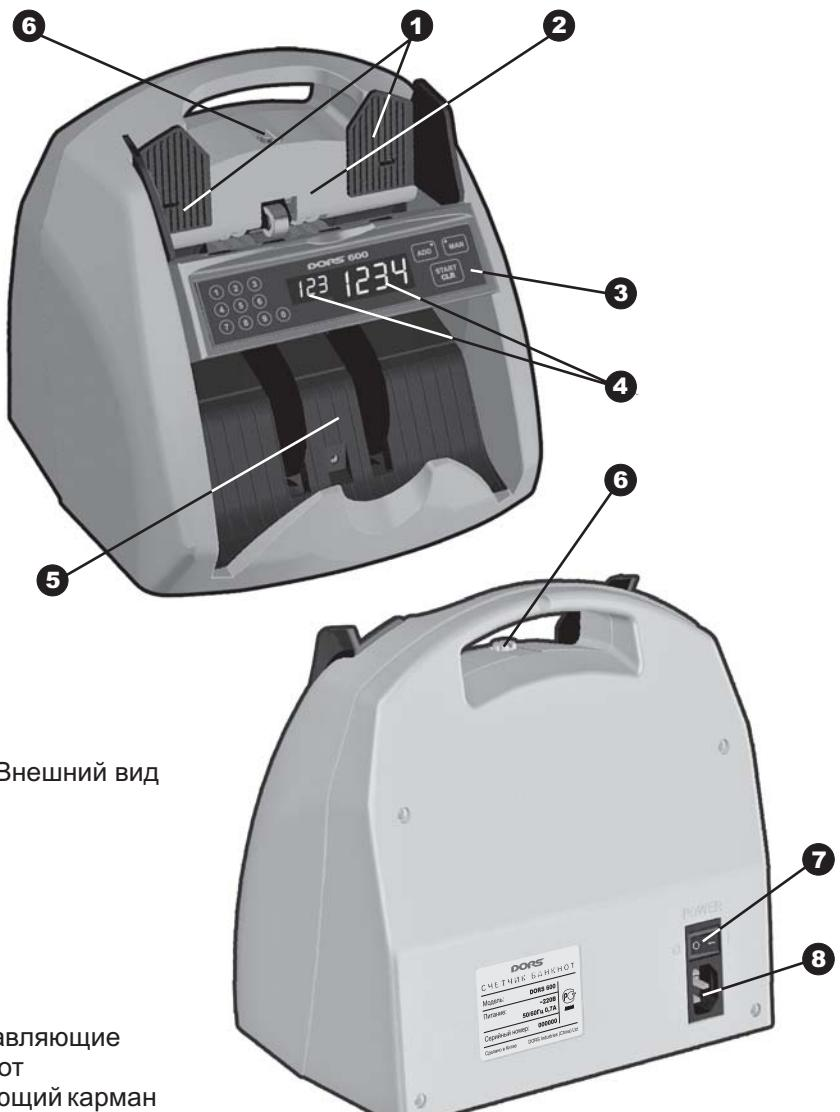

Рис. 1. Внешний вид
2. Настройте зазор механизма подачи банкнот на нужную толщину. С помощью винта установки толщины банкноты **6** (см. рис. 1) отрегулируйте зазор между разделительными и подающими роликами. Зазор должен быть таким, чтобы одна банкнота проходила между роликами свободно, а две банкноты, сложенные вместе, не проходили. Необходимый зазор обеспечивается вращением винта: увеличение – против часовой стрелки, уменьшение – по часовой стрелке.